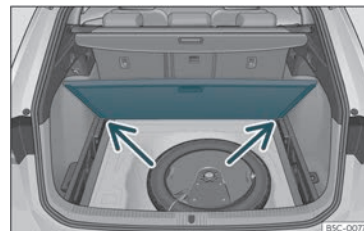

Fig. 114 Piso variável da bagageira: posição inclinada.
- Apoie o piso sobre os alojamentos previstos para o efeito»» Fig. 114 (setas).